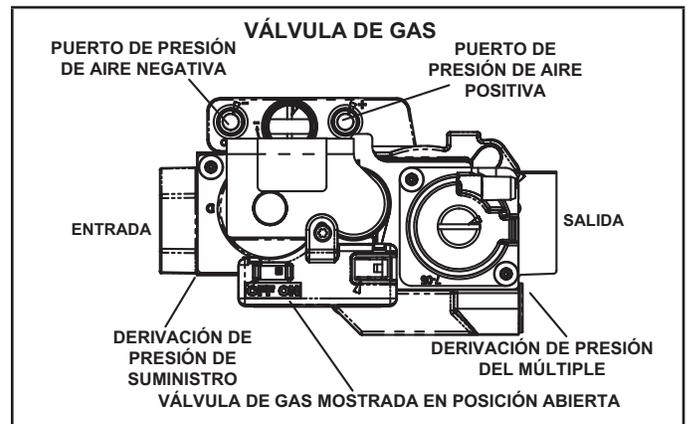

FIGURA 68
Operación de la válvula de gas (FIGURA 68)
- 6 - Mueva el interruptor de la válvula de gas a la posición APAGADO. Ver FIGURA 68.
- 8 - Mueva el interruptor en la válvula de gas a la posición ENCENDIDO. Ver FIGURA 68.